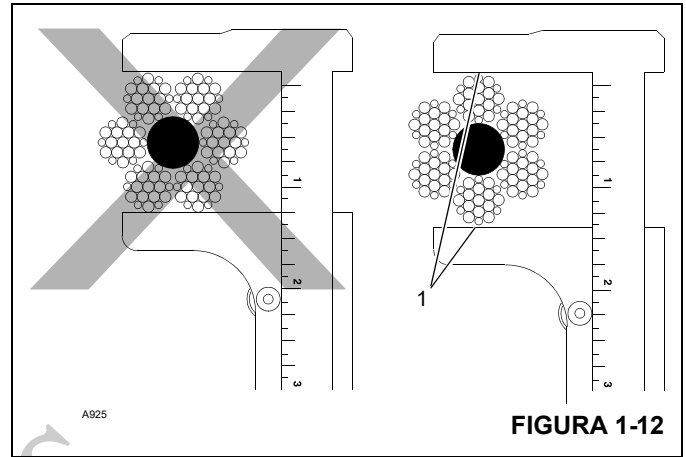

FIGURA 1-12
12. Meça o diâmetro do cabo entre as coroas (1) dos cordões ao determinar se o cabo está danificado (Figura 1-12).